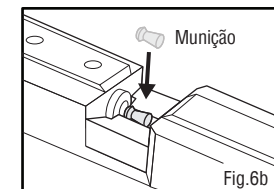

Fig.6b
5. Insira uma munição do calibre apropriado na guia. (Fig.6b)